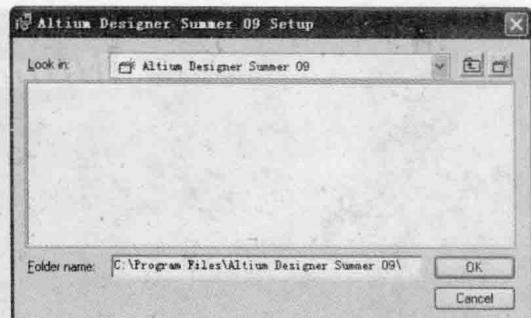

图 1-6 安装路径选择对话框
(6) 在 Destination Folder 窗口“Destination Folder”区域显示了即将安装 Altium Designer Summer 09 的安装路径，如果想更改安装路径，则单击“Browse”按钮，打开如图 1-6 所示的安装路径选择对话框。